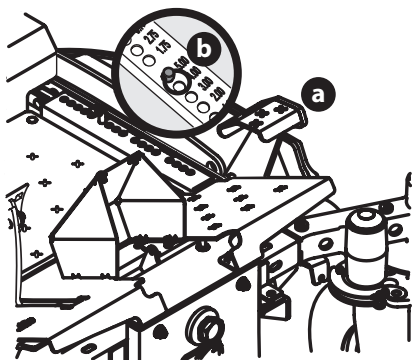

Fig. 1
2. Use el pedal de elevación de la plataforma (a) para elevar la plataforma hasta su posición más alta y asegurarla en su lugar con el pasador de horquilla (b) adosado a la cortadora (Fig. 1).